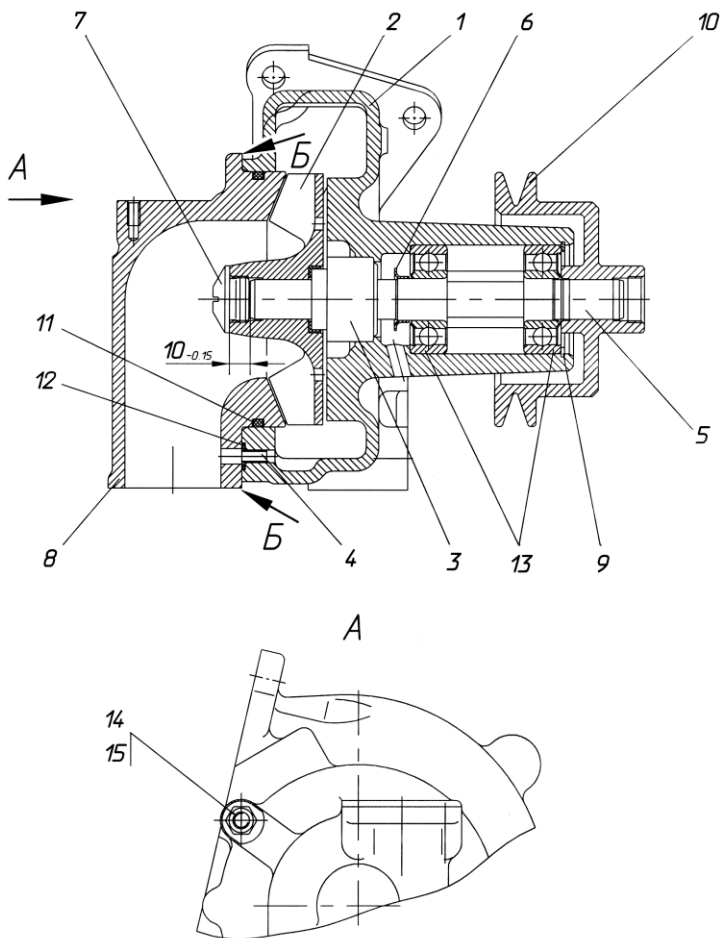

Рис. 96. Водяной насос:
5. Отвернуть гайки 14 (рис. 96) патрубков 8.
13. Выпрессовать из корпуса 1 вал 5 с водосбрасывателем 6 и подшипниками 13 (см. рис. 96).
2. Напрессовать на вал 5 (рис. 96) подшипники 13 и водосбрасыватель 6. При этом необходимо:
9. Напрессовать крыльчатку 2 в сборе с манжетой и уплотнительной втулкой на вал 5 (рис. 96). При этом необходимо:
- установить крыльчатку ив валу в размер $10_{-0,15}$ мм (рис. 96) между торцом вала и торцом ступицы крыльчатки. Для этого необходимо при запрессовке установить на торец вала диск диаметром не более 13 мм и высотой $10_{-0,15}$ мм.